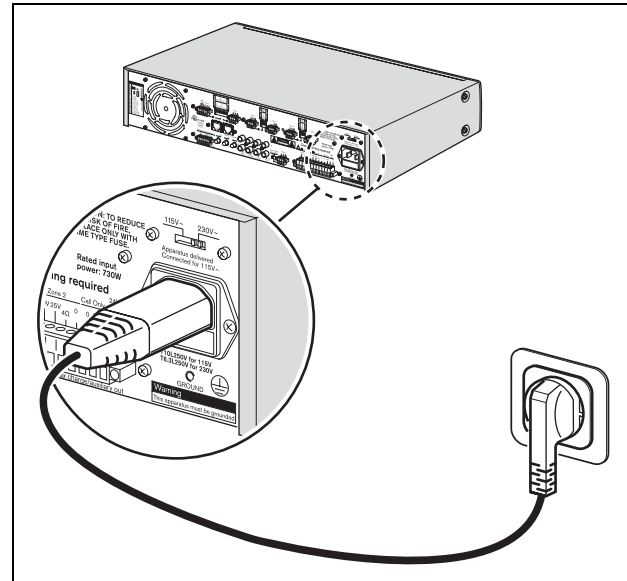

figura 5.1: Selector de tensión
- 1 Asegúrese de que el selector de tensión (115 V/ 230 V) esté correctamente ajustado a la tensión principal del país (consulte figura 5.1)